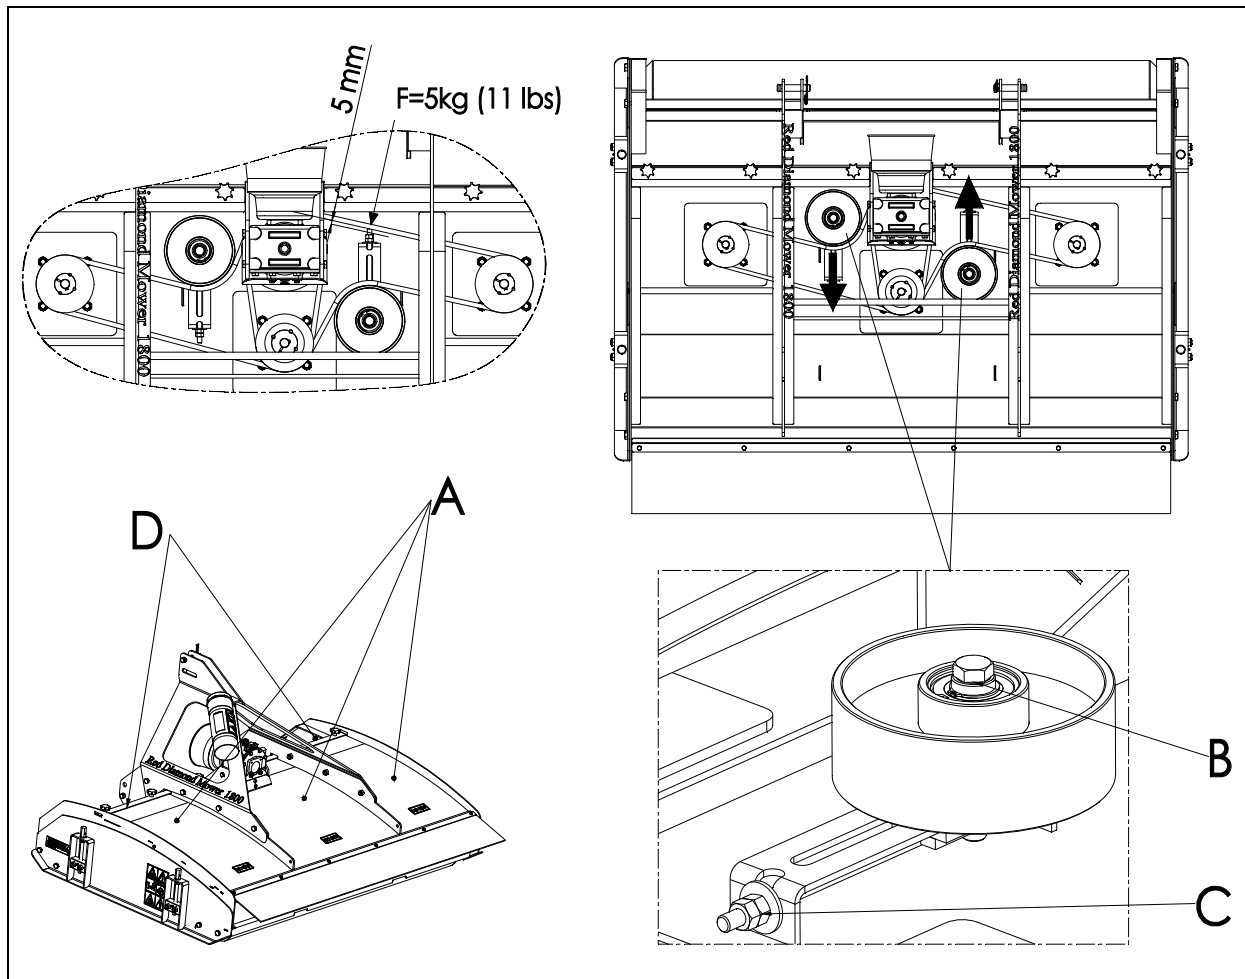

Fig. 15
Het naspannen gaat als volgt (Zie Fig. 15):
2. Oefen een kracht van 5 kg (11 lbs.) uit op het midden van het onderste deel van de snaar, zie fig.15.
5. Draai de moer (B) iets los.
6. Verdraai de moer (C) tot de juiste spanning is bereikt.
7. Draai de moer (B) weer vast.